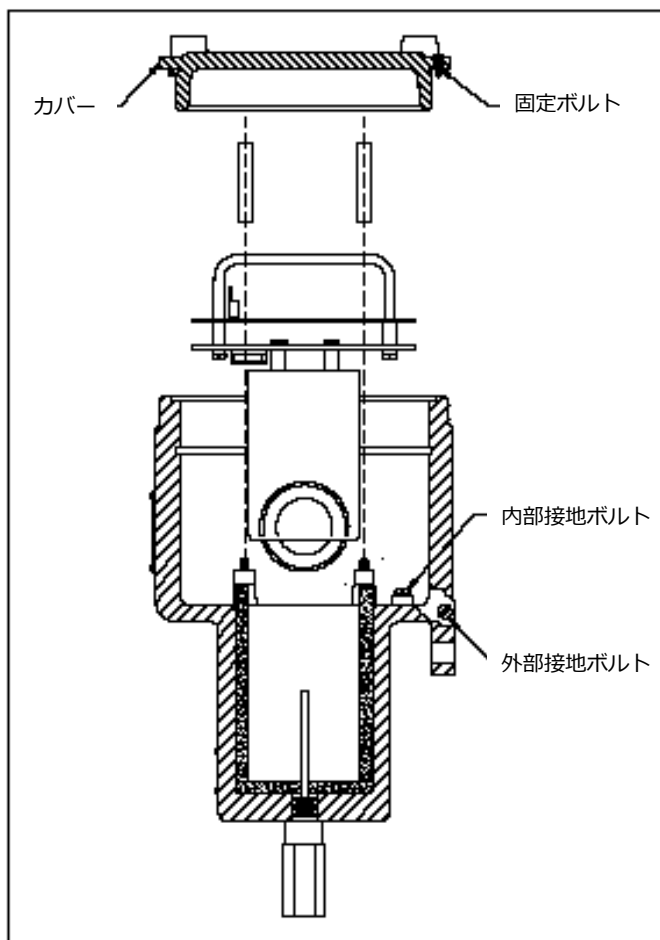

図 2-2 XMO2 の接地ボルトの位置
1. 下記の図 2-2 を使って、必要な接地ボルトを確認します。